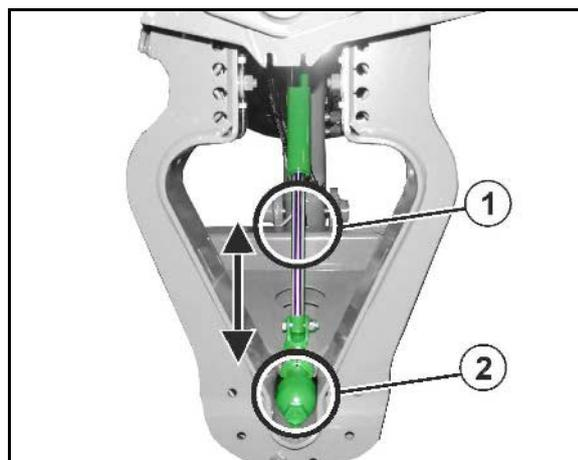

Fig. 97
Sbloccaggio compensazione di oscillazione (Fig. 97/1):
- La compensazione di oscillazione (Fig. 97/1) si sblocca e le barre aperte possono oscillare liberamente rispetto al supporto delle barre. In questo caso il dispositivo di sicurezza della compensazione di oscillazione è stato rimosso per rendere più chiara la dimostrazione.
Bloccaggio della compensazione di inclinazione (Fig. 97/2):
- La compensazione di oscillazione (Fig. 97/2) è bloccata se sul display del terminale di comando compare il simbolo di un lucchetto.